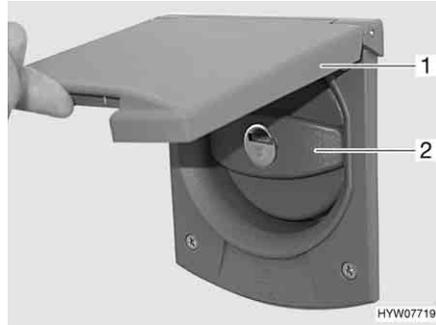

Fig. 92 Coperchio per bocchettone di riempimento dell'acqua potabile
- Alzare in alto lo sportello esterno (Fig. 92,1) (vedi capitolo 6).
- Rimuovere il coperchio (Fig. 92,2) (vedi capitolo 6).